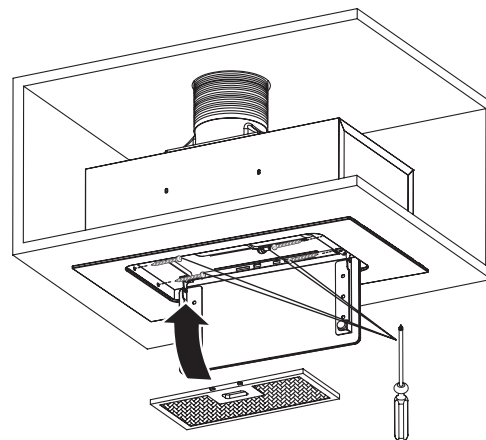

Рис. 6
6. С помощью винтов установите на место нижнюю панель вытяжки. Проверьте подключение кабеля панели управления. Установите на место жировой фильтр. (Рис. 6)